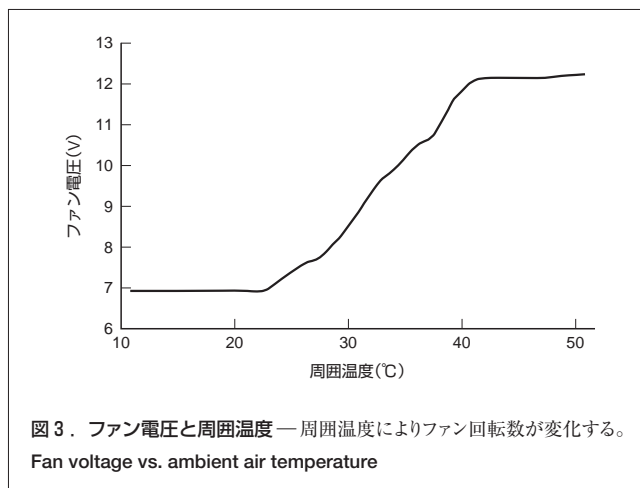

図3. ファン電圧と周囲温度 — 周囲温度によりファン回転数が変化する。
2.1.2 電源ファンとメインファンの電圧制御 電源ユニットの場合、出力パワーの増加による騒音値の悪化が予想され、これに対する対策が必要である。ベンダーとの共同評価により、出力パワーに関係なく、周囲温度が25℃までは、最低電圧で回転するような電圧制御機能を装備して、平均的使用条件下での騒音を必要最低限となるよう工夫した(図3)。